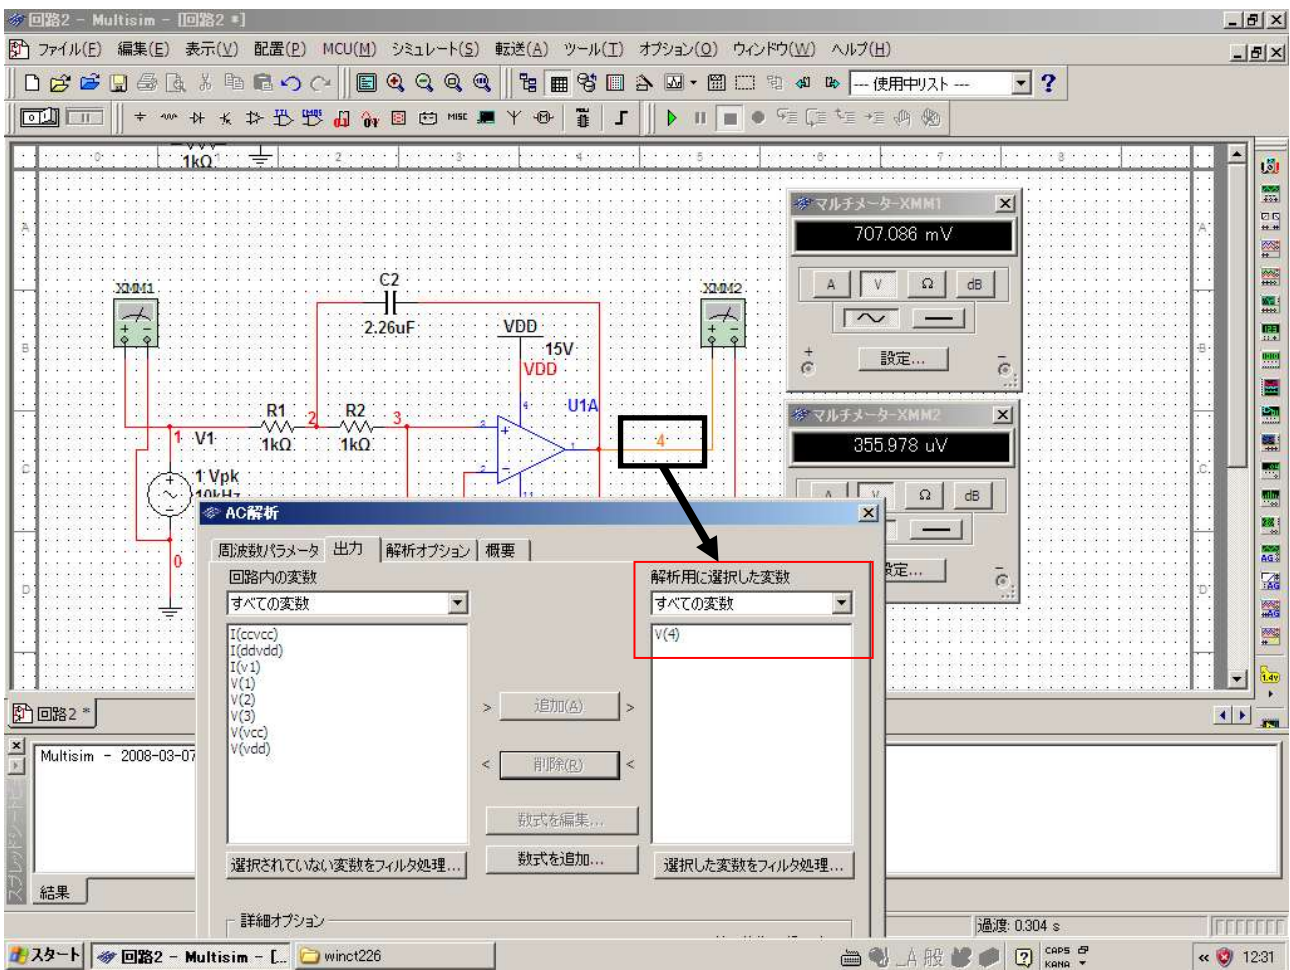

図35 AC解析ダイアログにおける出力部（「解析用に選択した変数」）の設定
- ・「出力」タブの「解析用に選択した変数」では、回路図よりOPアンプ出力部ワイヤのネット名を調べ、選択する。(例えば、図35ではネット名が4であるのでV(4)を選択している。)